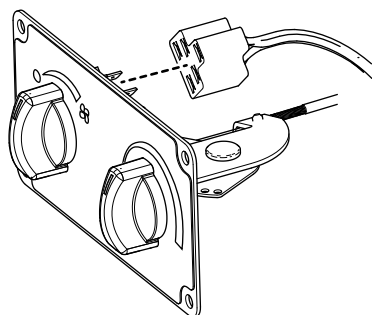

Рисунок 9
10. Вставьте 5-контактный разъем на жгуте проводов из комплекта в заднюю стенку переключателя обдува (Рисунок 9).